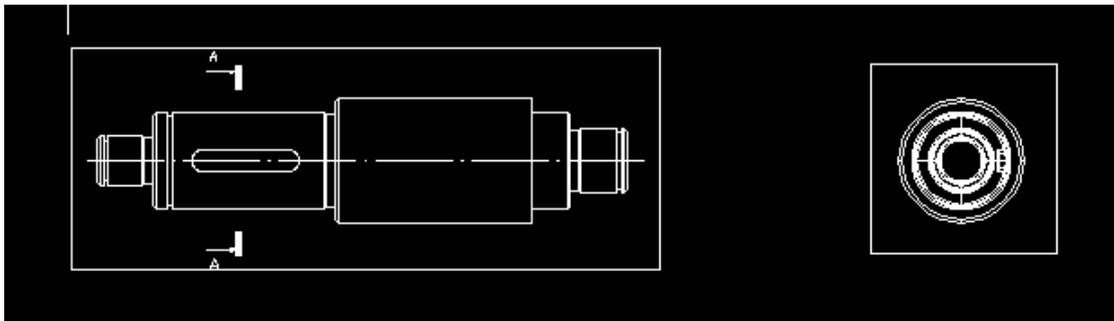

Рисунок 7.3
- далее прервать выполнение команды создания вида клавишей **Escape** (рисунок 7.3);